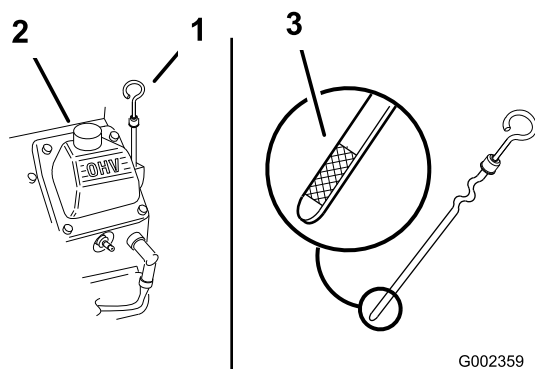

Рисунок 163
- Очистите место вокруг крышки маслозаливной горловины и щупа (Рисунок 163).